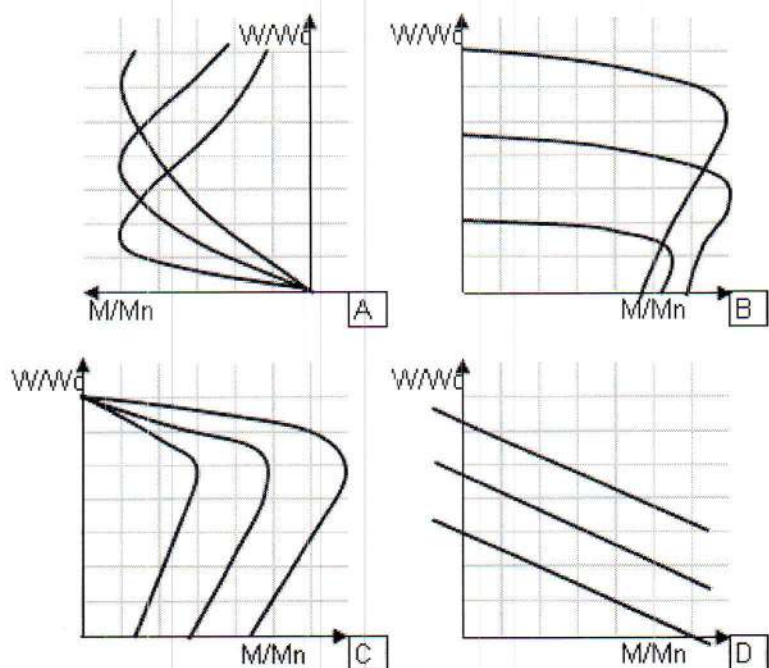

Рис.7. Механические хар-ки систем регулирования
19. Механические характеристики асинхронного двигателя (рис.7) в системе «преобразователь частоты-АД» со скалярным регулированием